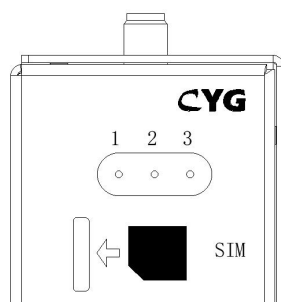

图 3 Nano sim-card 插卡方向
- Nano sim-card 插口：FL4-WiSUN-GW-G 型号支持 4G 通讯，Nano sim-card 插入的时候注意缺口方向，如图 3 所示。